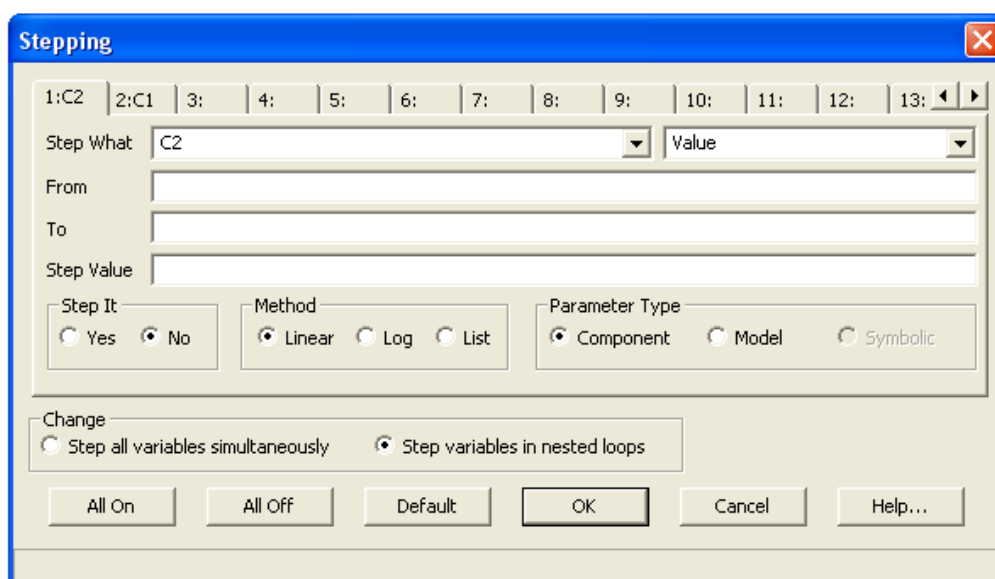

Рисунок 2 - Варьирование параметров компонентов и их моделей
– Stepping – открытие диалогового окна создания вариации параметров (вызывается также нажатием пиктограммы ) , с помощью которого производится вариация от одного до 10 параметров, показанное на рисунок 2. В нем содержатся следующие строки: